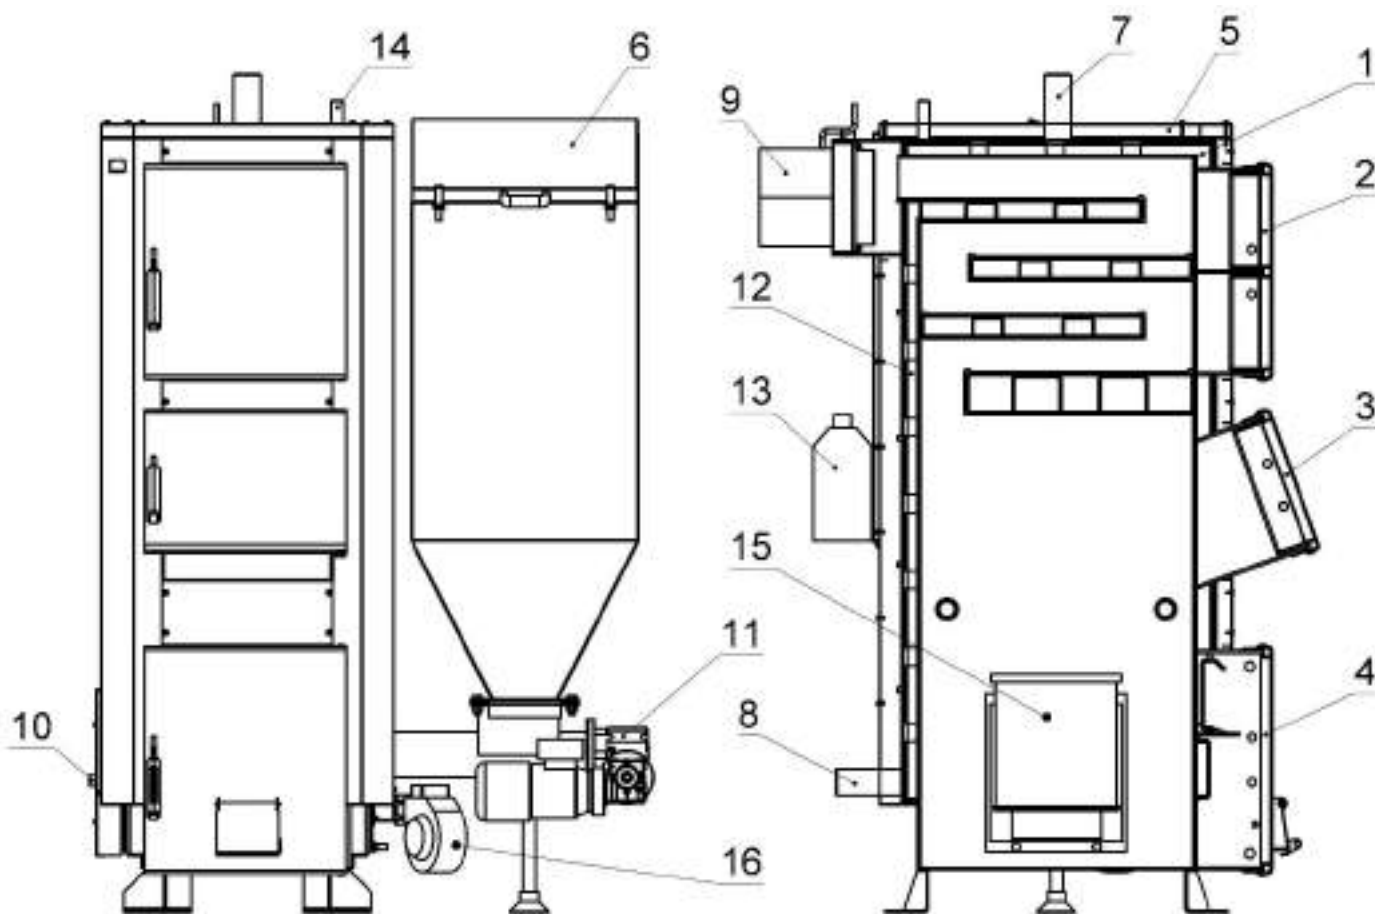

Рисунок 5.1 – Внешний вид и основные элементы котлов типа КТНк
Конструктивно котел представляет собой сборносварную конструкцию, состоящую из корпуса с камерой сгорания (поз. 1, рис. 5.1). Над топкой расположена конвекционная часть котла, что представляет собой высокоэффективный четырёхходовый теплообменник.
Корпус котла выполнено в форме параллелепипеда с двойными стенками, которые разделены водными перегородками (поз. 12, рис. 5.1). На наружной поверхности корпуса под декоративной обшивкой закреплена тепловая изоляция (поз. 5, рис. 5.1).
- шнекового (винтового) механизма подачи топлива, который приводится в движение мотор-редуктором (поз. 11, рис. 5.1);
- самоочищающейся чугунной топки-реторты, выполненной в форме бокала (поз. 15, рис. 5.1);
- вентилятора, нагнетающего воздух в топку-реторты (поз. 16, рис. 5.1);
Топливо для процесса сжигания подается автоматически из расположенного у котла бункера для топлива (поз. 6, рис. 5.1) с помощью винтового (шнекового) механизма подачи. В чугунной реторте происходит процесс сжигания топлива с участием воздуха, поставляемого приточным вентилятором. Для равномерного
Обслуживание котла состоит в периодическом добавлении топлива в бункер (поз. 6, рис. 5.1) и устранении золы из зольной полки (без необходимости погашения котла). После разжигания котёл не требует постоянного пребывания в помещении, где он смонтирован, обслуживающего персонала. Эксплуатация котла может происходить
Дымовые газы выходят в дымоход через боров (поз. 9, рис. 5.1), расположенный в задней части котла. Боров оборудован дроссельным клапаном продуктов сгорания - шибером, который в случае слишком высокой тяги в дымоходе дает возможность ее снизить путем частичного перекрытия выходного отверстия боровой.
- дверцы для периодического обслуживания (чистки) конвективной части котла (поз. 2, рис. 5.1);
- дверцы топки (поз. 3, рис. 5.1) для доступа к реторте (для разжигания котла и периодической чистки реторты)
- ревизионные дверцы (поз. 4, рис. 5.1).
В верхней части теплообменника размещены: патрубок прямой сетевой воды (поз. 7, рис. 5.1) и штуцер для установки предохранительного клапана (поз. 14, рис. 5.1). В нижней части, на задней стене - патрубок обратной воды (поз. 8, рис. 5.1). Сливной патрубок (поз. 10, рис. 5.1) расположен на боковой стенке котла.
Корпус котла обложен теплоизоляционным материалом (поз. 5, рис. 5.1).
Датчик температуры в комплекте контроллера необходимо закрепить на неизолированной участке патрубка прямой сетевой воды (поз. 8, рис. 5.1), используя шпильковое крепление (бандаж). После предварительной затяжки бандажа (бандаж можно обернуть вокруг трубы дважды, или отрезать избыток ножницами для металла), вложить датчик температуры между бандажом и трубой. Осторожно зажать бандаж так, чтобы датчик температуры не перемещался под бандажом. Очень сильное затягивание может повредить измерительные элементы. Обмотать датчик термоизоляционным материалом.
Заполнение котла и всей системы отопления водой должно происходить через штуцер слива воды из котла (поз. 10, рис. 5.1). Заполнение необходимо делать медленно, чтобы обеспечить устранение воздуха из системы.